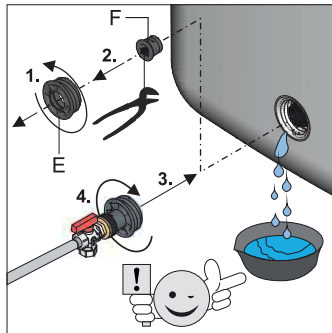

Fig. 6-4 Vissage du raccord de remplissage KFE dans le raccord de remplissage et de vidange
- Dévisser l'embout fileté (fig. 6-4, rep. E) sur le raccord de remplissage et de vidange, retirer le bouchon de fermeture (fig. 6-4, rep. F) et revisser **immédiatement** l'insert fileté prémonté avec le **raccord de remplissage KFE** dans le raccord de remplissage et de vidange (fig. 6-4).